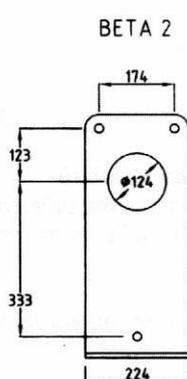
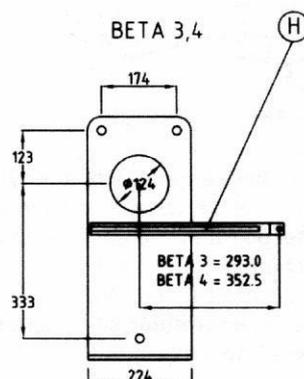
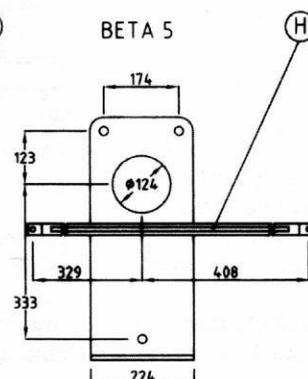

Abb.5
Abb. 6
Abb. 7
1. Das Aufhängeblech **C** und die Aufhängeleiste **H** zusammenschrauben. Siehe Abb.6,7 fuer BETA 3,4,5. Achtung ! Die Aufhängeleiste bitte nicht falsch drehen, die rechte und linke SAeite ist nicht gleich, dies ist der Fall nur bei BETA 5 (siehe Abb.7) Die Aufhängeleiste ist Bestandteil von dem Zubehoer bei BETA 3,4,5.
2. Das Aufhängeblech **C** (siehe Abb. 5 BETA 2) und das Aufhängeblechkomplett (siehe Abb. 6,7 fuer BETA 3,4,5 mit Aufhängeleiste) an die vorgesehene Wand abzeichnen, die notwendigen Montage Loecher und das Loch fuer das Abgasrohr auch zeichnen. Die Aufhängebleche muessen waagerecht positioniert werden, sonst koennte das Geraet schraeg aufgehängt werden !